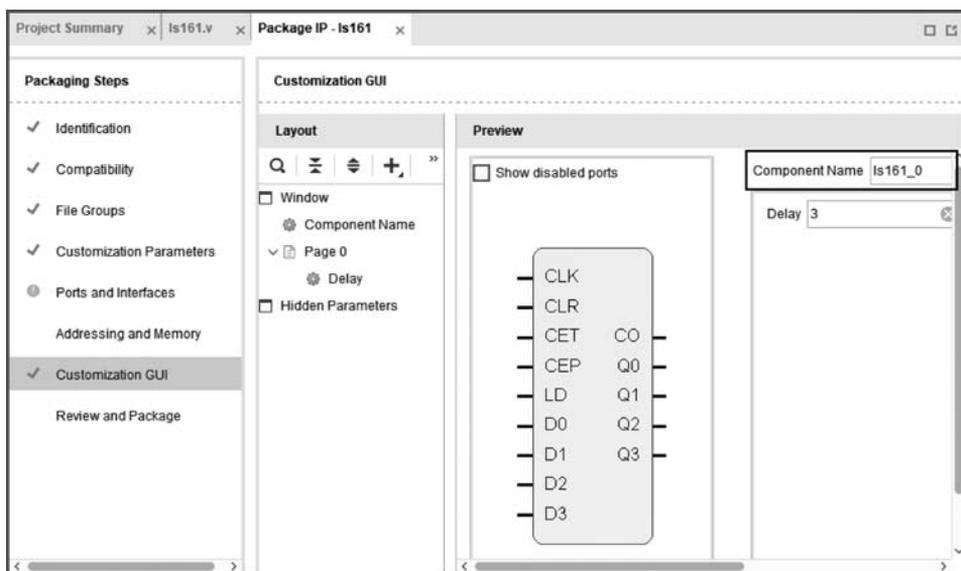

图 3.47 Customization GUI 界面
(5) 单击 Customization GUI 界面,在右侧可以预览 IP 核的信号接口,同时可以在 Component Name 文本框中修改 IP 核的名称,如图 3.47 所示。